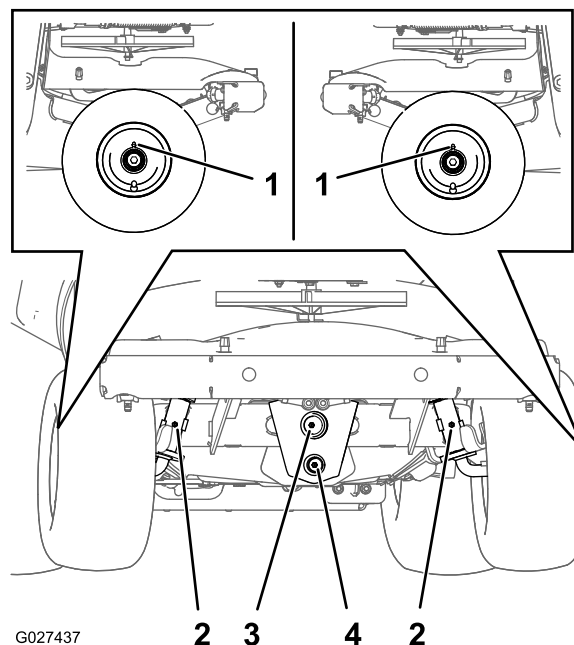

Figura 57
2. Limpie con un trapo los engrasadores (Figura 57).
3. Conecte una pistola de engrasar al engrasador (Figura 57).